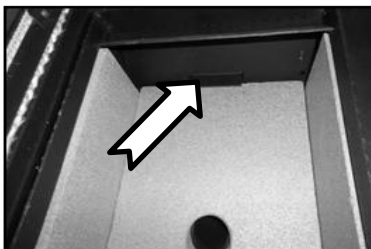

Figura 25 - Colocação da placa defletor
- Antes de proceder ao arranque da máquina verificar se a placa defletora está corretamente colocada (ver Figura 25).